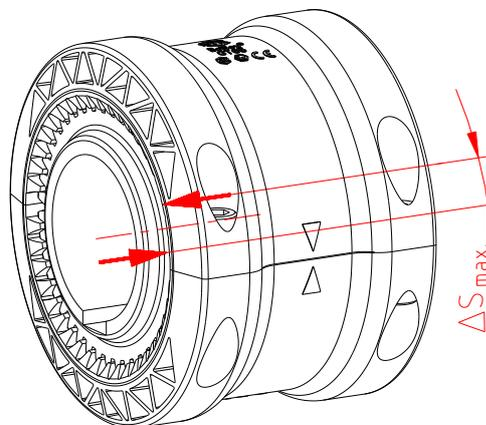

Bild 11: Kennzeichnung der GT-Hülse und Nabe
- Kennzeichnung an GT-Hülse und Nabe anbringen (siehe Bild 11).